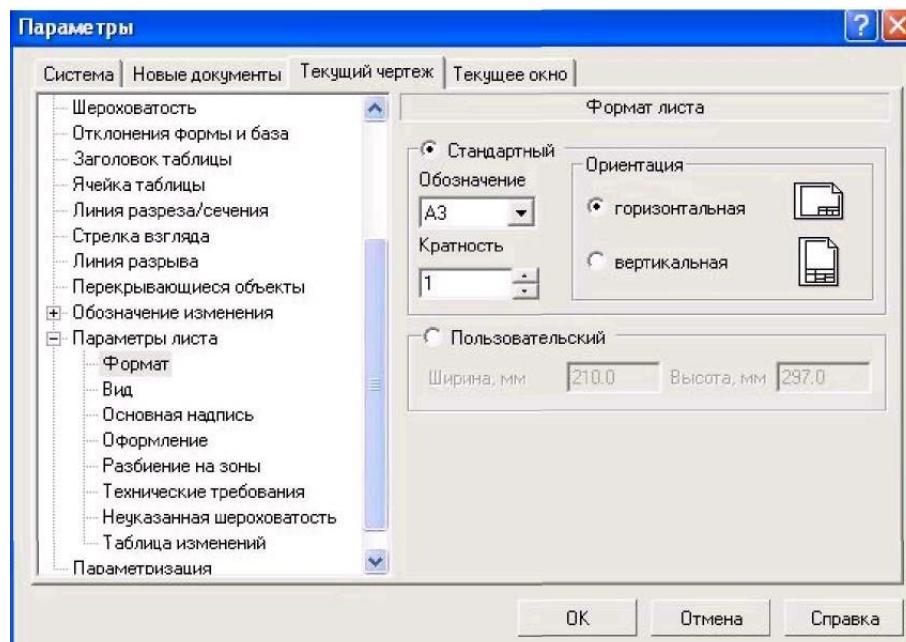

Рис. 1.13. - Диалоговое окно Параметры
- 2) в появившемся диалоговом окне «Параметры» выбрать строку **Параметры листа**, а затем строку **Формат** (рис. 1.13);